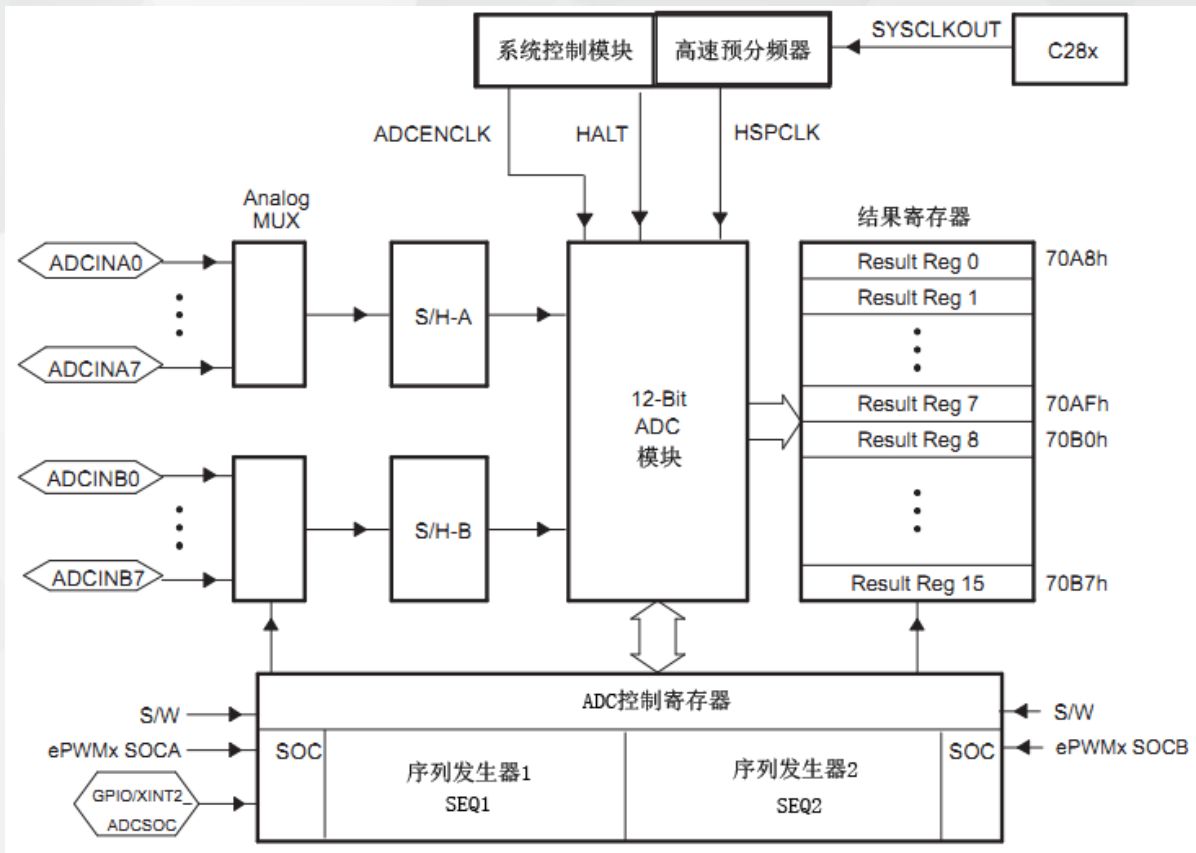

图11-1 F28335内部ADC模块的结构框图
F28335内部的ADC模块是一个12位分辨率的、具有流水线结构的模数转换器，其结构框图如图11-1所示。从图11-1可以看到，F28335的ADC模块一共具有16个采样通道，分成了两组，一组为ADCINA0~ADCINA7，另一组为ADCINB0~ADCINB7。A组的通道使用采样保持器A，也就是图中的S/H-A，B组的通道使用采样保持器B，也就是图中的S/H-B。
从图11-1中可以看到，F28335的ADC模块具有两个8状态的序列发生器，SEQ1和SEQ2，这两个序列发生器分别对应于2组采样通道，A组通道ADCINA0~ADCINA7对应于序列发生器SEQ1，而B组通道ADCINB0~ADCINB7对应于序列发生器SEQ2，此时，ADC工作于2个独立的8通道模块。当ADC级联成一个16通道的模块时，SEQ1和SEQ2也级联成一个16状态的序列发生器SEQ。对于每个序列发生器，一旦指定的序列转换结束，已选择采样的通道值就会被保存到各个通道的结果寄存器中。对应于16个信号输入通道，F28335的ADC模块总共有16个结果寄存器ADCRESULT0~ADCRESULT15。
- 2.具有12位的ADC内核，内置有2个采样保持器S/H-A和S/H-B，从图11-1可以知道，引脚ADCINA0~ADCINA7对应于采样保持器S/H-A，引脚ADCINB0~ADCINB7对应于采样保持器S/H-B。